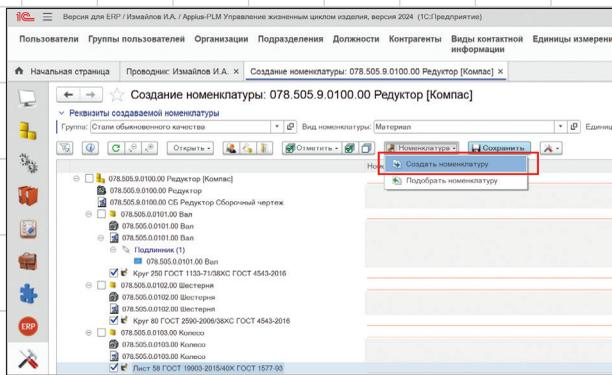

Рис. 11
- выбираем команду *Создать номенклатуру* (рис. 11);